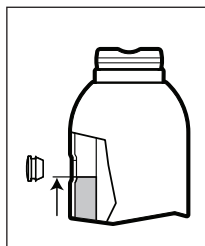

図5 - オイルレベル、GBJ100を除く全モデル
3. GBJ100を除く全モデル: オイルレベルがオイル充填穴の下側あたりになるまで充填します。図5を参照してください。